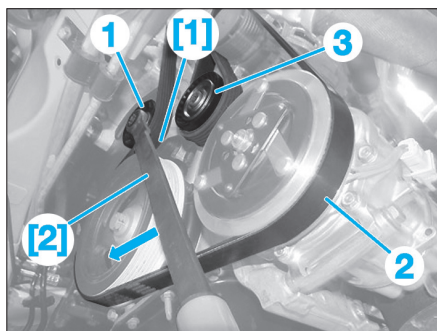

Fig. 3
- Placer l'outil [2] sur le galet tendeur (1) (Fig.3).
- Détendre la courroie d'entraînement des accessoires (2) (suivant flèche).
- Piger le galet tendeur (1) ; à l'aide de l'outil [1].